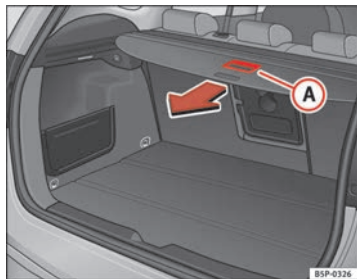

Fig. 123 Accionamiento bandeja portaobjetos
- Tire hacia atrás de la bandeja con el tirador **A** hasta percibir un “clic” → fig. 123.